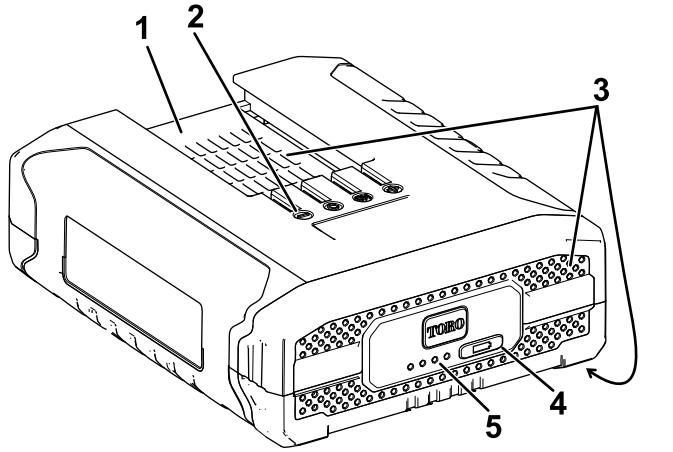

Figura 10
3. Alinee el hueco de la batería (Figura 10) con la lengüeta del cargador.